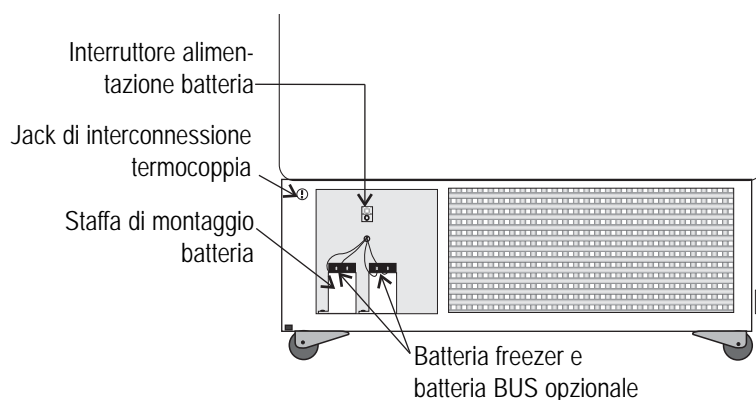

Figura 4-6. Interruttore di alimentazione batteria
3. Spegnerne l'interruttore della batteria (O). Vedere Figura 4-6.